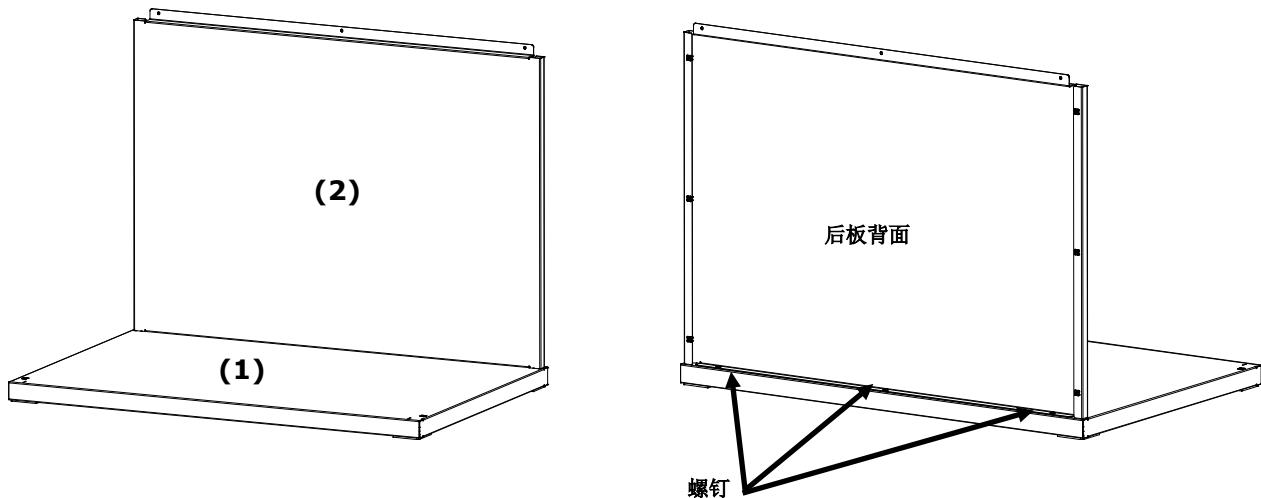

图 2. 插入底板
2. 将后板 (2) 底部袢扣置于底板 (1) 后插槽。按图 2 所示, 用三颗螺钉将后板固定至底板。